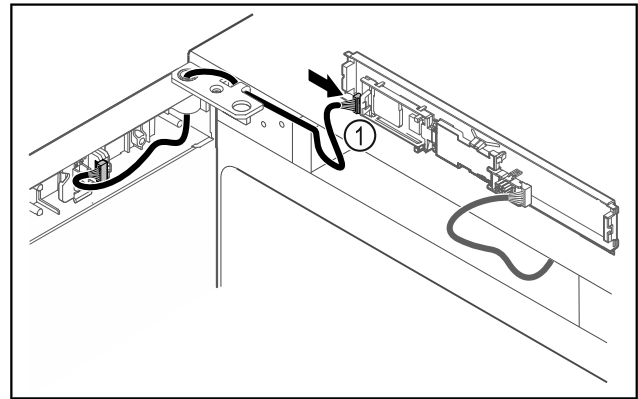

Fig. 50
- ▶ Įkiškite kištuką į plokštę Fig. 50 (1).